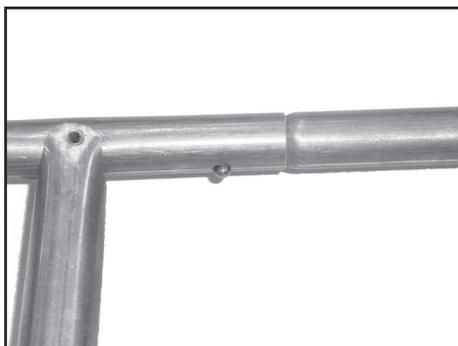
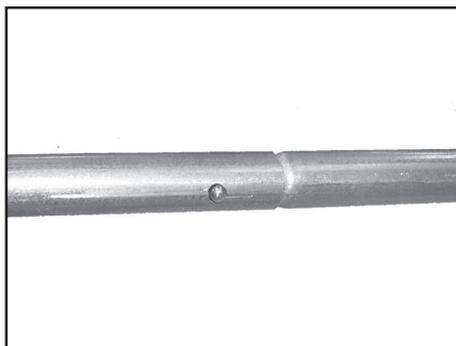

Рис.2 Соединение штевня и миделя
Рис.3 Соединение штевня и привальника
2. Соединить мидельвейс (2), два привальника (3) и штевень (1), как показано на рис.2 и рис. 3.